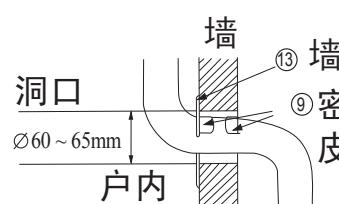

图28
- 2 用附件 ⑬ 墙帽及附件 ⑨ 密封橡皮泥来整理墙上的洞，如图28、图29。